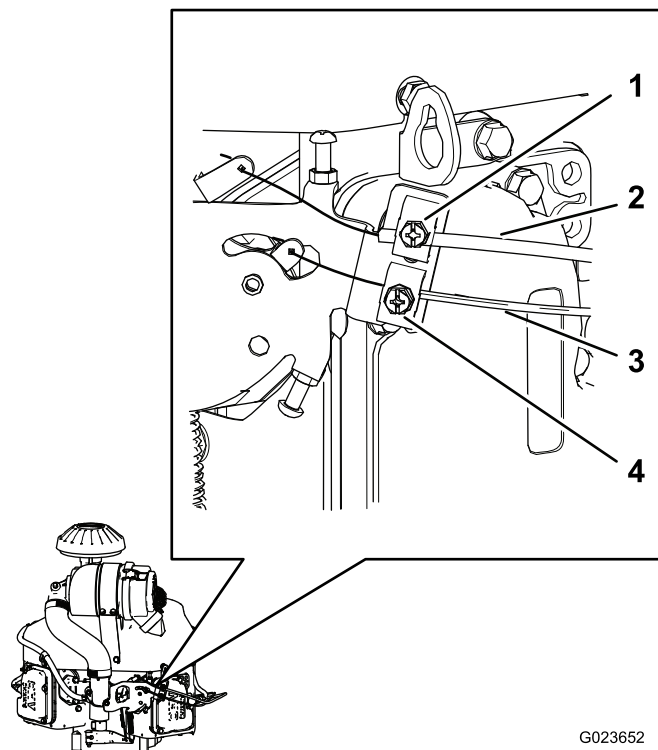

Figure 69
2. Desserrez la vis du collier qui fixe la gaine du câble d'accélérateur au moteur (Figure 69).
4. Tirez la gaine du câble d'accélérateur (Figure 69) jusqu'à ce que le mou du câble soit presque éliminé, puis resserrez la vis de collier.
2. Desserrez la vis de collier qui fixe la gaine du câble de starter au moteur (Figure 69).
5. Tirez la gaine du câble de starter (Figure 69) jusqu'à ce que le mou du câble soit presque éliminé, puis resserrez la vis de collier.